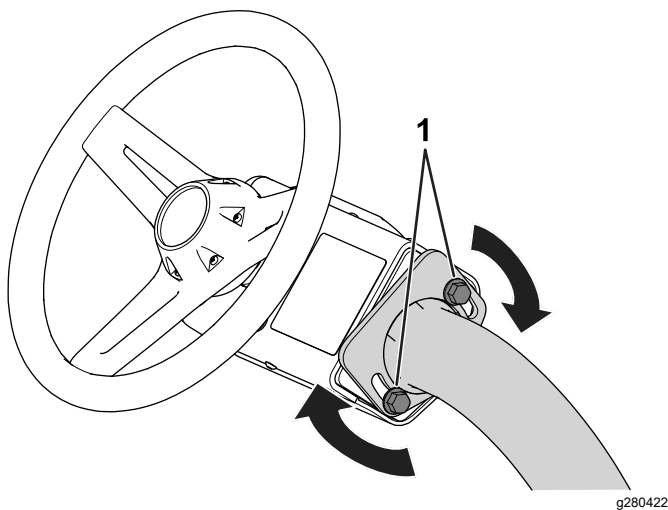

Figure 37
1. Desserrez les boulons (Figure 37) qui fixent le volant au bras de direction.
3. Resserrez les boulons (Figure 37) pour bloquer le volant à la position choisie.